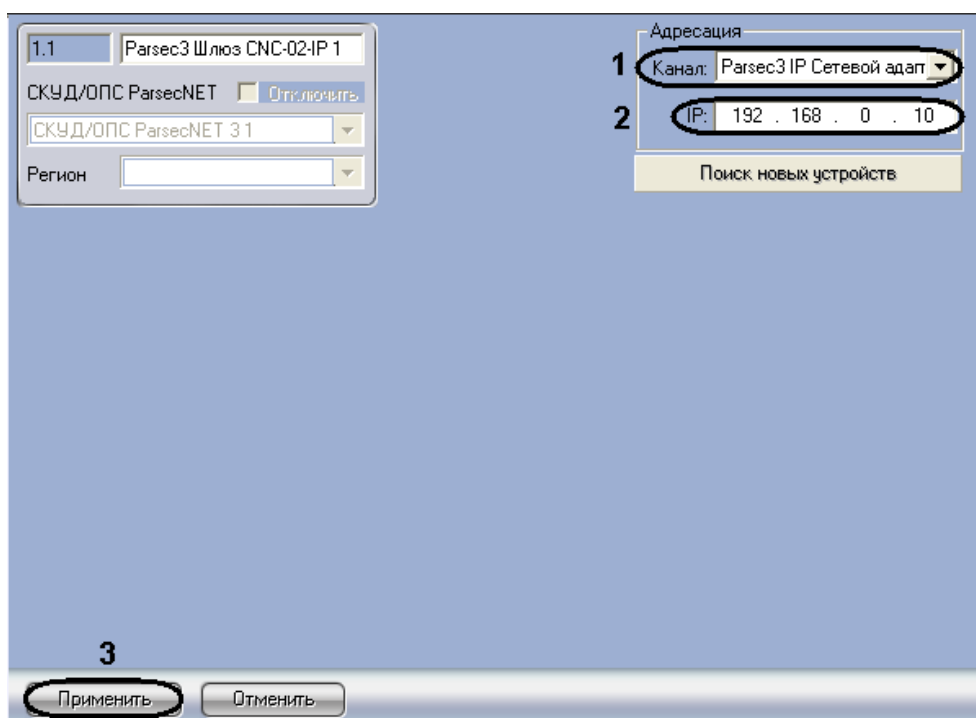

Рис. 3.4—2 Панель настроек объекта Шлюз CNC-02-IP
3. Из раскрывающегося списка **Канал:** выбрать объект **Сетевой адаптер**, к которому подключен данный шлюз (Рис. 3.4—2, 1).